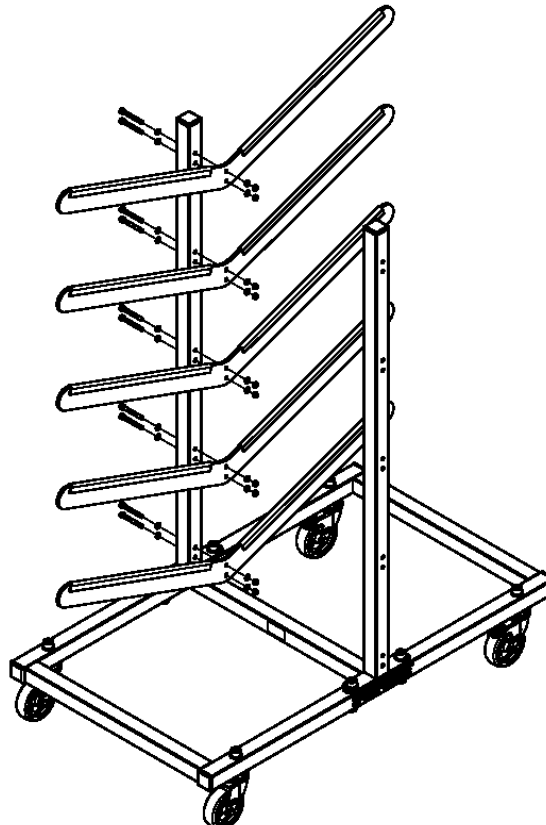

Abb. 4: Montage der Auflagebleche
- Hierzu verwenden Sie pro Auflageblech zwei Zylinderkopfschrauben M6x45, vier Unterlegscheiben M6 und zwei Stoppmuttern M6 (s. Abb. 4).